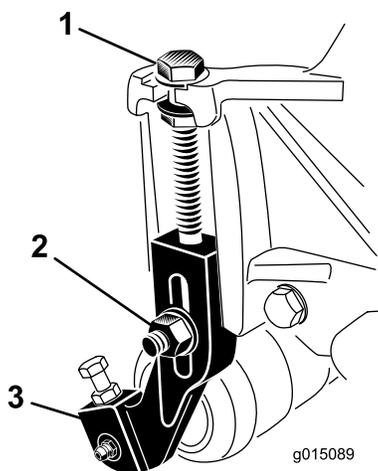

Figura 18
1. Allentate i dadi di bloccaggio che fissano le staffe dell'altezza di taglio sulle piastre laterali dell'apparato di taglio (Figura 18).